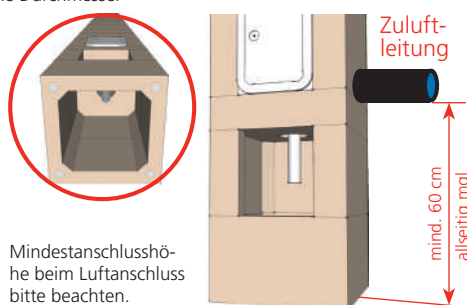

Bild 9b: LIV-Fuß
- Der Anschluss der **Verbrennungsluftleitung an einem ERLUS LAF-Premiumschornstein** kann durch die Herstellung einer runden Öffnung mit einer geeigneten Bohrkronen aus dem Mantelstein (5 cm Dicke) erfolgen. Die Verbrennungsluftleitung darf innen nicht in den Mantelstein hineinragen. Die Leitung wird dicht eingeputzt. Sofern diese Arbeiten nicht nachträglich (z. B. bei der Aufstellung des Ofens) durchgeführt werden, sind der Durchmesser und die Lage mit dem Heizungs- bzw. Ofenbauer abzustimmen. Hierbei ist zu beachten, dass die Unterkante des Luftanschlusses bei Standard-Fußausbildung (Bild 9a) **mindestens 60 cm** über der Schornsteinsohle liegen muss. Bei LAF-Premiumschornsteinen mit optionaler LIV-Fußausbildung (Bild 9b) kann der Luftanschluss bereits ganz unten dreiseitig erfolgen. Zugänglichkeit bitte sicherstellen, um den Luftanschluss später herstellen zu können.